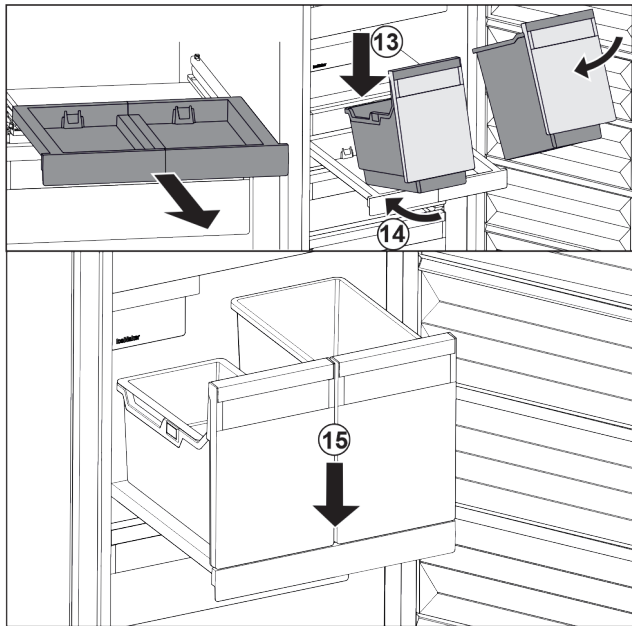

Fig. 90
- ▶ Applicare i contenitori in modo inclinato sul ripiano estraibile. Fig. 90 (13)
- ▶ Inserire il contenitore in modo inclinato verso la parte posteriore. Fig. 90 (14)
- ▶ Abbassare il contenitore nella parte anteriore. Fig. 90 (15)